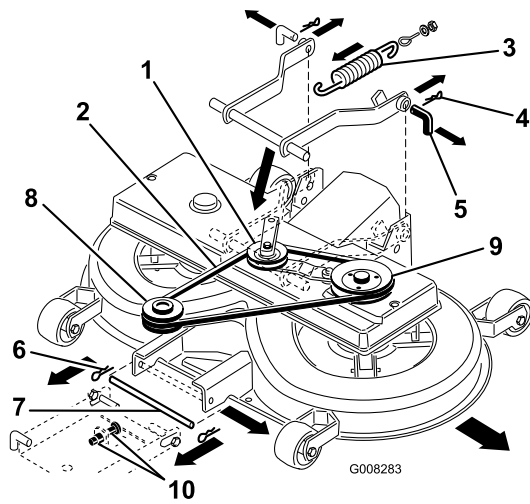

Figura 43
2. Retire la polea de la correa en V y el conjunto del brazo tensor (Figura 43).
8. Tire del brazo tensor hacia dentro y retire la correa en V de la polea (Figura 43).
- Desconecte el muelle de la palanca (Figura 43).
- Retire las chavetas de los 2 pasadores traseros y retire los pasadores (Figura 43).
- Retire la chaveta del pasador delantero y retire el pasador (Figura 43).
- Retire la correa en V de la polea del motor (Figura 43).
- Mueva el pasador inferior de la suspensión delantera a la posición inferior de las ranuras, ajustando las dos tuercas M12 de la suspensión delantera (Figura 43).